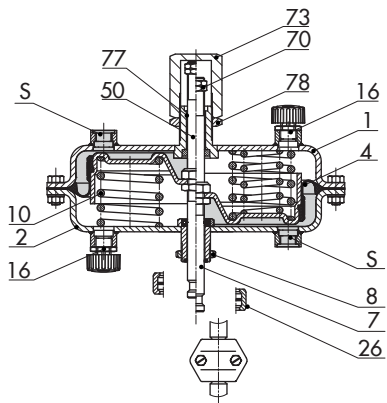

Fig. 13 : Type 3271 avec limitation de course réglable
- **Type 3271 · Limitation de course** (Fig. 13), course min. ou max. pour exécution 175v2 à 750v2 cm² réglable mécaniquement
La **limitation de course** réglable (Fig. 13) est possible pour servomoteurs d'une surface de 120, 175v2, 350, 350v2, 355v2 ou 750v2 cm². La course peut être limitée jusqu'à 50 % et réglée de manière fixe dans les deux sens (tige entre ou sort).